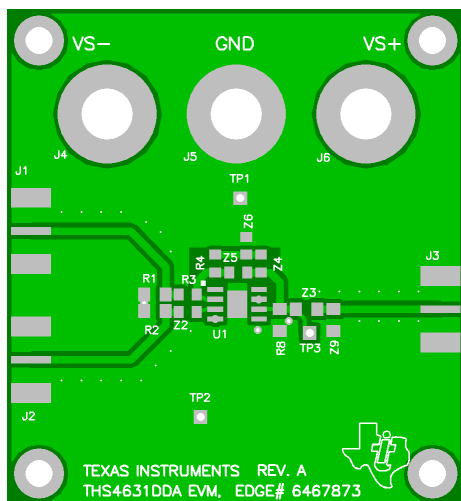
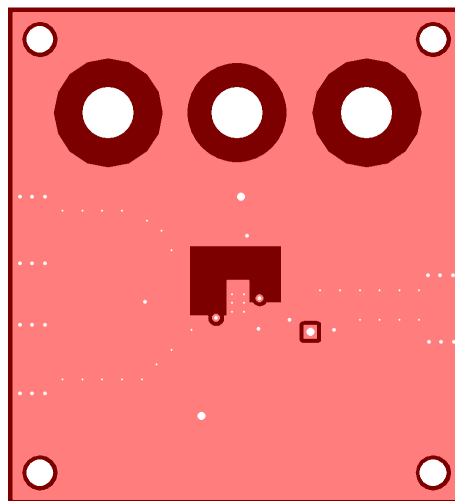
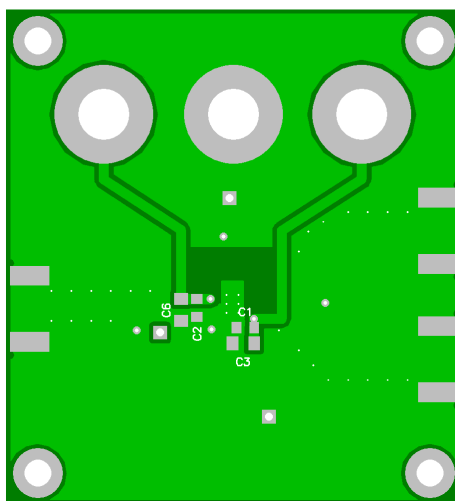

图 9-1. EVM 顶层
图 9-2. EVM 第 2 层和第 3 层接地
图 9-3. EVM 底层
德州仪器 (TI) 致力于为客户提供高质量的应用支持。为了支持该目标，我们为 THS4631 运算放大器开发了一款评估板。该评估板易于使用，可轻松评估器件。通过德州仪器 (TI) 网站 www.ti.com，或联系当地的德州仪器 (TI) 销售代表订购该评估板。图 9-1、图 9-2 和 图 9-3 显示了该板各层结构。评估板物料清单如 表 9-1 所示。